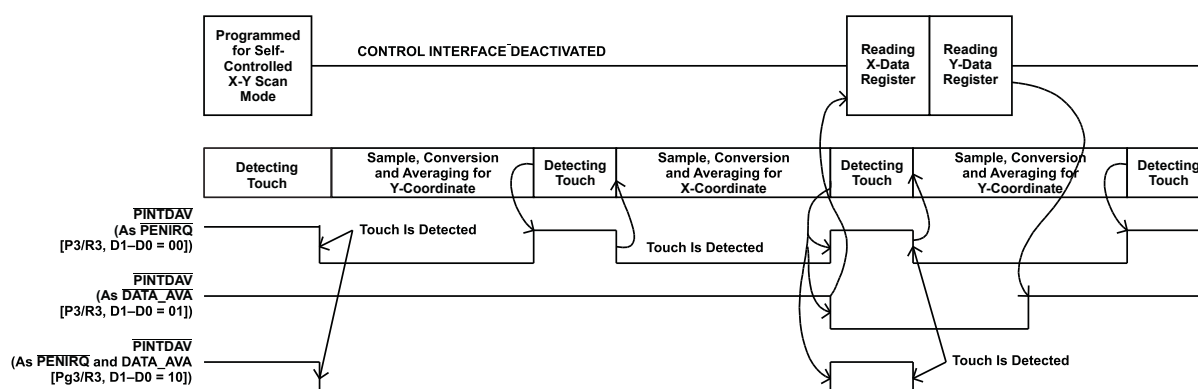

図5-48. TSC2117の自己制御X-Yスキャン・モード
- (1) この式は、ページ2/レジスタ18、ビットD6-D5 = 00の場合（変換後のデータを読み取るためにSARデータの更新が保留されない場合）にのみ有効です。
- (2) タッチ検出後は、2回目の変換以降、この式が有効になります。
- (3) すべてのプログラミング可能な遅延時間 t_{DEL} 、 t_{PVS} 、 t_{SNS} 、および t_{PRE} は、実際の分周設定、および生成に使用されるクロックの周期に応じて変化します。スケール・ファクタについては、各制御レジスタの設定を参照してください。
- (4) ページ3/レジスタ3、ビットD1-D0 = 00である場合は、連続的にタッチされると、図5-48に示すように $\overline{\text{PINTDAV}}$ が約 t_{PRE} 時間だけ“High”に保持されます。ページ3/レジスタ3、ビットD1-D0 = 10である場合は、連続的にタッチされると、 $\overline{\text{PINTDAV}}$ が約 $(t_{\text{PRE}} + t_{\text{DEL}})$ 時間だけ“High”に保持されます。